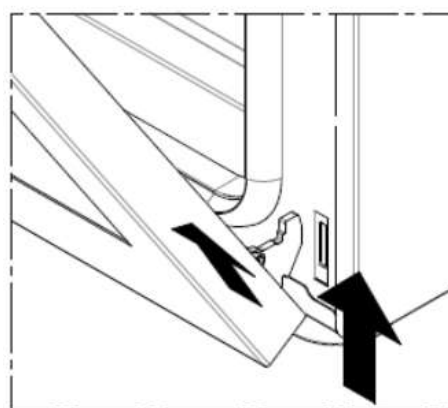

Fig. 9
- chiudere lentamente la porta fino al "blocco" meccanico, sollevarla e rimuoverla (Fig. 9).